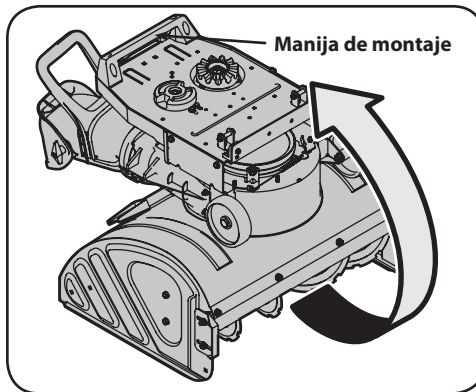

Figura 5-8
5. Incline con cuidado el accesorio quitanieve FLEX™ hacia adelante sobre el frente de la caja de la barrena como se indica. Use la manija de montaje que se indicó en la Figura 5-8 para inclinar esta unidad hacia adelante. NUNCA use la manija del canal para inclinar esta unidad hacia adelante, para levantarla ni para ninguna otra función que no sea girar el canal de descarga a la izquierda o la derecha.
10. Luego incline la unidad hacia arriba usando la Manija de montaje, como se detalla en la Figura 5-8.